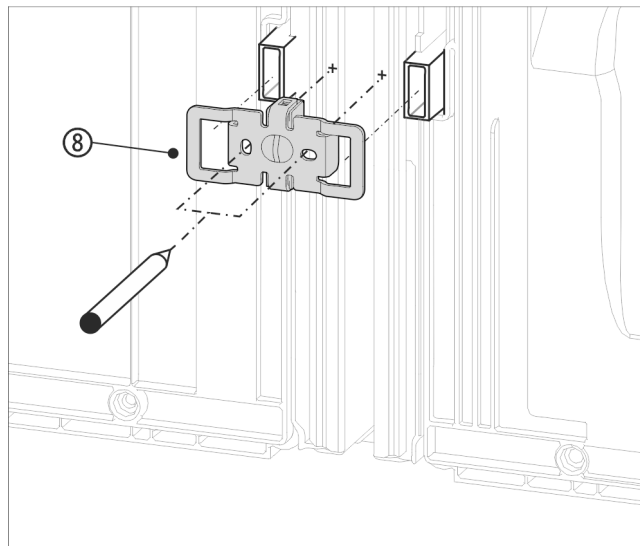

Fig. 17 Примерно изображение
- ▶ Вкарайте ъгъла Fig. 17 (8) с прорезите върху държачите за детайлите за отстояние от стената.